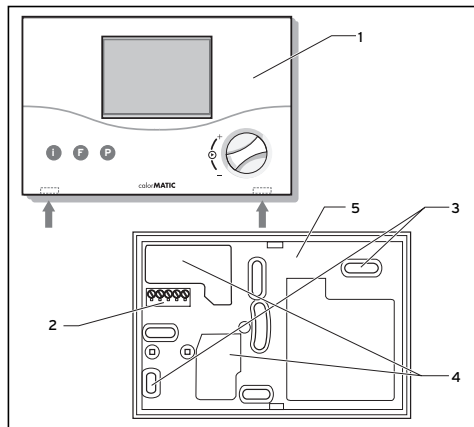

Fig. 9.1 Montaggio della centralina di regolazione della temperatura ambiente
- Praticare due fori di fissaggio **(3)** con diametro di 6 mm (come illustrato alla Fig. 9.1) ed inserire i tasselli in dotazione.